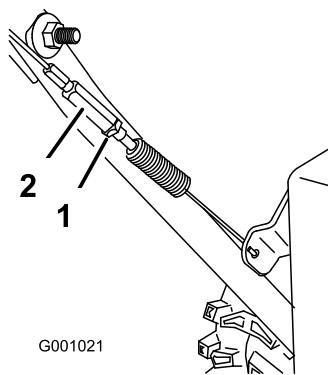

Figura 26
3. Serrate il controdado (Figura 26).